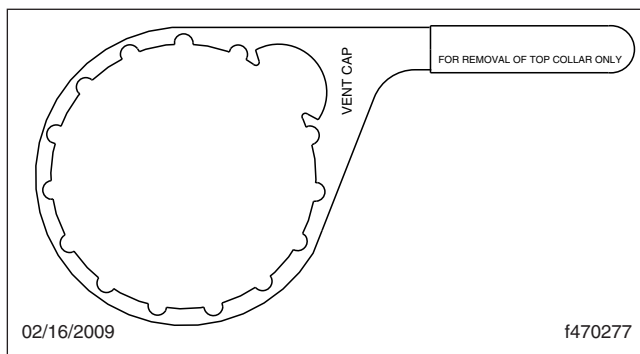

Figura 3, Llave para collar DAVCO
5. Con una llave para collar DAVCO, mostrada en la (Figura 3), retire la cubierta transparente y el collar.
4. Con una llave para collar DAVCO, mostrada en la (Figura 3), retire la cubierta transparente y el collar.
5. Con una llave para collar DAVCO, mostrada en la (**Figura 3**), retire la cubierta transparente y el collar.